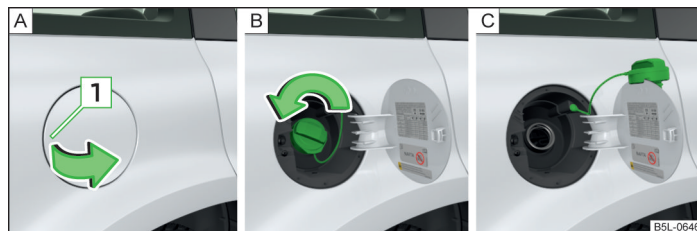

Fig. 155 Abrir la tapa del depósito / tapón del depósito
En el lado interior de la tapa del depósito de combustible se indican los tipos de combustible prescritos para su vehículo » fig. 155 de la página 209 - B.
- Presione sobre la tapa del depósito en la zona 1 » fig. 155 - A y abra la tapa en el sentido de la flecha.
- Desenrosque el tapón del depósito en el sentido de la flecha » fig. 155 - B.
- Coloque el tapón del depósito por encima de la tapa » fig. 155 - C.
- Introduzca el tapón de cierre del depósito en el tubo de alimentación de combustible y gírelo en sentido contrario al de las agujas del reloj hasta que quede encastrada con seguridad » fig. 155 - B.
- Sujete el tapón del depósito con la mano y desbloquéelo con la llave en el sentido de la flecha » fig. 155 - [B].
- Desenrosque el tapón del depósito en el sentido de la flecha » fig. 155 - [B].
- Coloque el tapón del depósito por encima de la tapa » fig. 155 - [C].
- Enrosque el tapón del depósito en sentido contrario al de la flecha » fig. 155 - [B] hasta que se oiga que encaja.
- Sujete el tapón del depósito con una mano y bloquéelo con la llave en sentido contrario al de la flecha » fig. 155 - [B] y saque la llave.